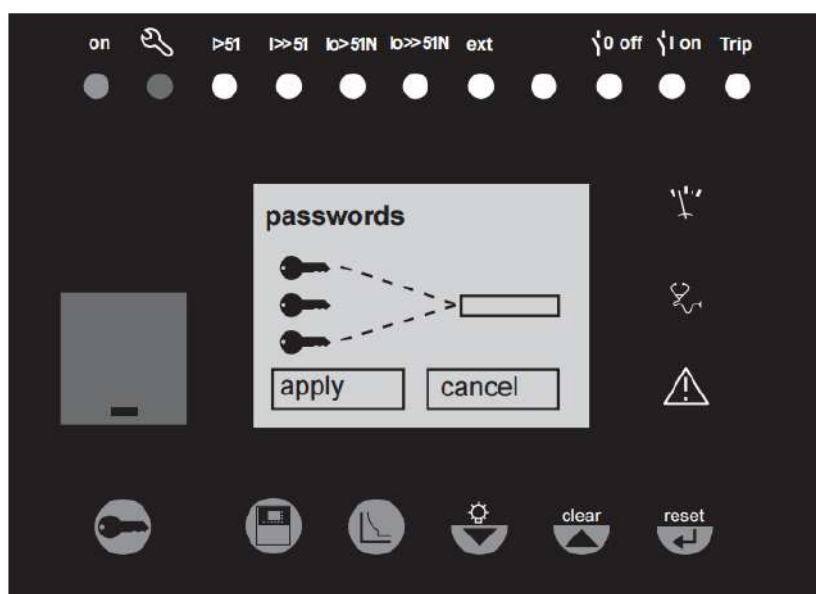

Рисунок 1.19 – Дисплейная панель Seram 40
26. При помощи лицевой панели устройства Seram (рис. 1.19) нужно зайти в уставки и удостовериться в применении устанавливаемых уставок.